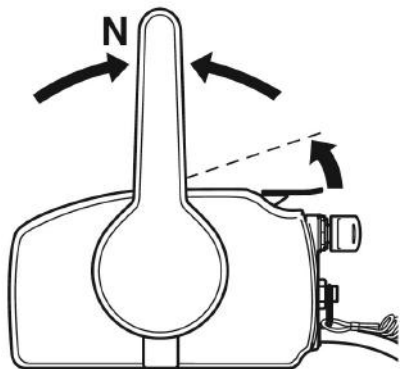

Рис. 35 Положение рычага для запуска двигателя
6. Установите рычаг управления дроссельной заслонкой в положение для запуска (Рис. 35). Поднимите рычаг до возникновения сопротивления, затем поднимите рычаг еще немного.